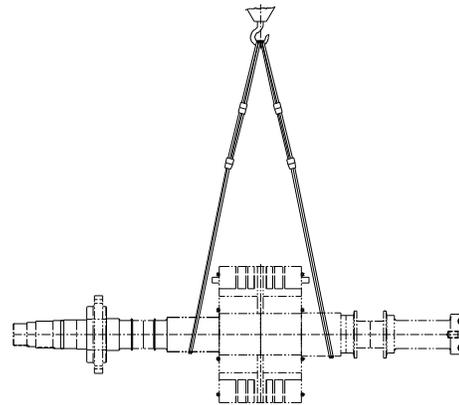

Figura 8 - Içamento do rotor
1. Cuidadosamente remover o rotor de sua caixa ou sua base de embarque e apoiá-lo sobre blocos de madeira em um piso nivelado com o aço dos pólos apoiando-se sobre os blocos. Inspeccionar o rotor para detectar eventuais danos que possam ter ocorrido no embarque e transporte, e se existir algum, reportá-lo imediatamente ao Serviço de Produtos da GEVISA. Remover o composto protetor do eixo e lubrificar o assento de mancal com óleo, conforme Figura 8;